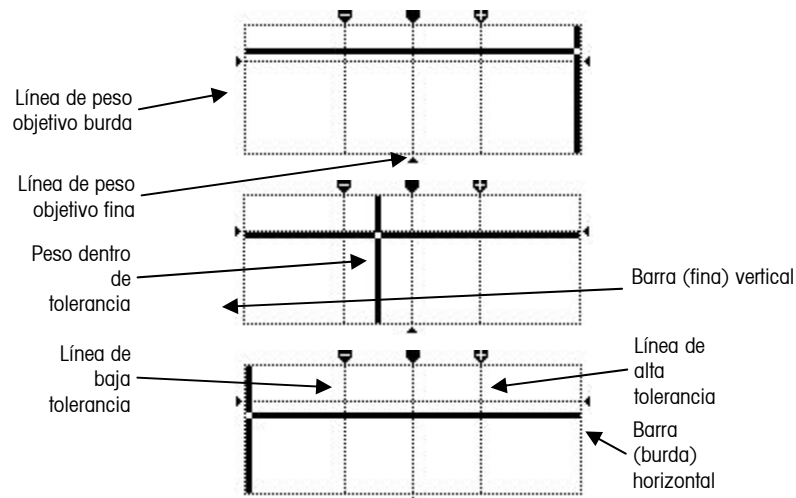

Figura 2-28: Visualización de cursor de cruz SmartTrac fuera del objetivo
La visualización SmartTrac Arriba/Abajo puede ser mostrada en tamaño mediano o grande. Si el tipo de tolerancia de la tabla de objetivos es desviación de objetivo o % de objetivo, el valor del objetivo y la desviación se muestran, junto con una gráfica indicando la dirección de la desviación (Figuras 2-24 y 2-25). Si el tipo de tolerancia de la tabla de objetivos es valor de peso, sólo aparece la visualización gráfica indicando si el valor actual está por arriba, dentro, o por debajo del rango aceptado (Figura 2-28). En cualquier caso, un rectángulo negro indica que el peso actual está dentro del rango aceptable.
La Figura 2-28 muestra tres visualizaciones de cursor de cruz. De arriba abajo, se encuentran arriba de tolerancia alta, en el rango de tolerancia pero abajo del objetivo; y debajo de la tolerancia baja. La barra horizontal se mueve verticalmente mientras el peso medido se acerca al rango de tolerancia, dando una indicación burda de la relación entre el peso actual y el peso objetivo. La barra vertical empieza a moverse cuando el peso medido se acerca a la línea de tolerancia más baja, dando una indicación precisa de la relación entre el peso actual y el peso objetivo. La intersección de estas barras indica el peso actual.
12. Presione la tecla programable INFORME . Aparece la pantalla de ejecutar informes (Figura 2-28).